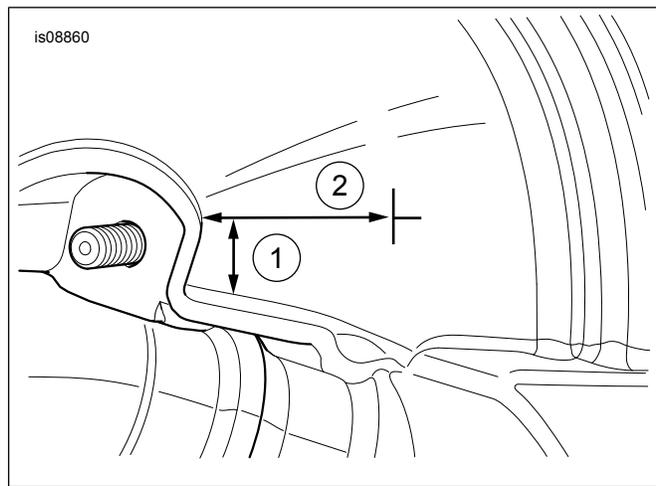

Figura 10. Localização do furo
11. Consulte Figura 10. Cubra a parte traseira lateral do porta-luvas na área de furação com fita adesiva para que a tinta não trinque ou descasque. Meça aproximadamente 25 mm (1.0 in) internamente e 9,5 mm (3/8 in) para cima do flange de encaixe da capa da carenagem inferior. Marque a localização para fazer o furo. Faça um furo de 25 mm (1.0 in) na parede do porta-luvas.